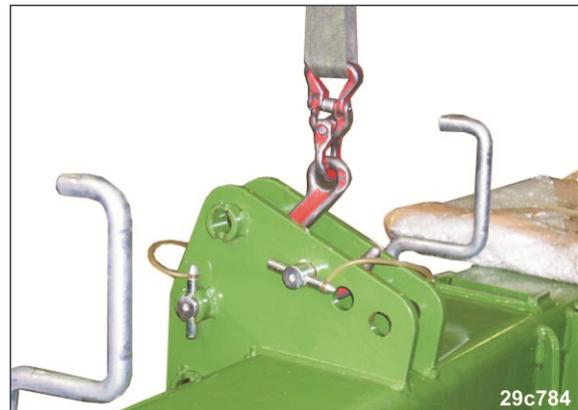

Fig. 3
1. Fissare una catena nei punti contrassegnati della macchina (vedi Fig. 3).